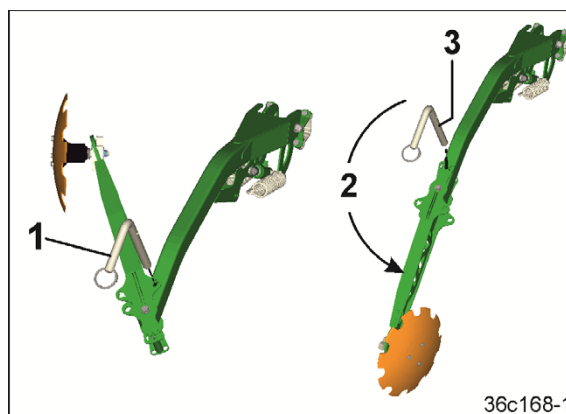

Рис. 186
1. Вытяните палец (Рис. 186/1) и переместите консоль (Рис. 186/2) с маркировочным диском в рабочее положение.
2. Закрепите соединение пальцем (Рис. 186/3) и зафиксируйте палец, повернув его.